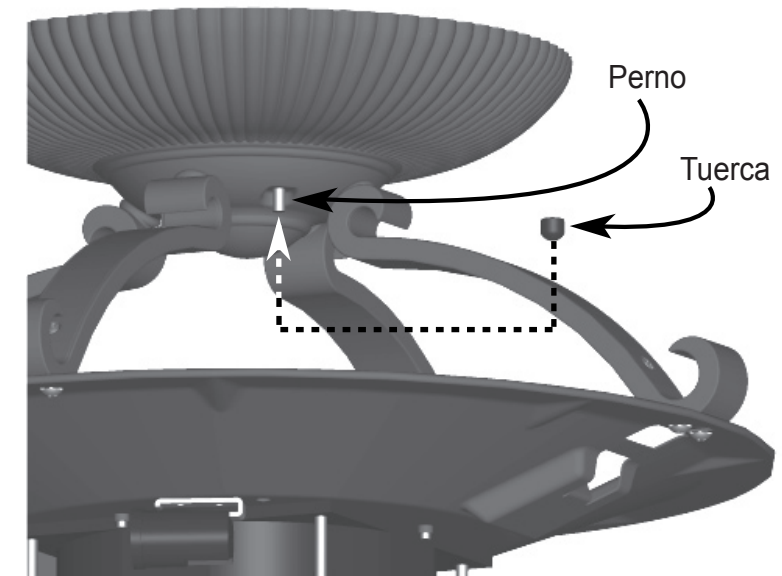

Figura 9 - Instalación de la tuerca ciega
6) Coloque las tuercas ciegas sobre los pernos de suspensión y apriételes hasta que queden ajustados. Vea la Figura 9.